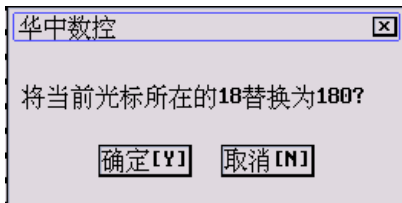

图 5.2.6 是否替换当前字符串
- (8) 按 **Y** 键则替换所有字符串，按 **N** 键则光标停在找到的被替换字符串后，且弹出如图 5.2.6 所示的对话框；